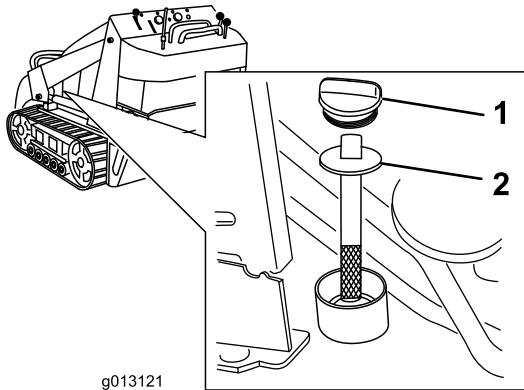

Рисунок 61
- Очистите зону вокруг заливной горловины и крышки гидравлического бака (Рисунок 61).
- Снимите крышку заливной горловины и проверьте уровень жидкости с помощью масломерного щупа (Рисунок 61).